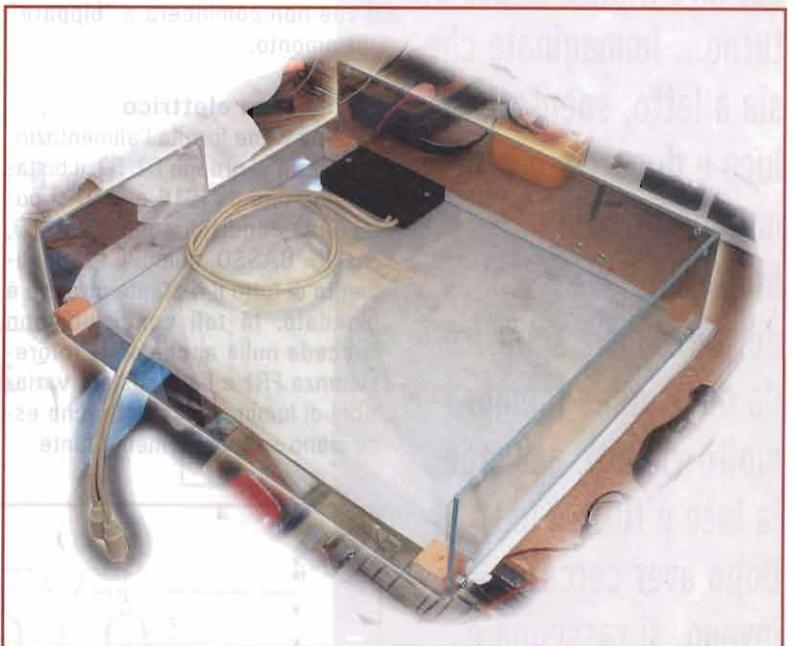

Figura 7
- **Case:** Avevo intenzione di utilizzare l'alluminio ma in casa non possiedo l'attrezzatura adatta per poterlo tagliare. Mi sono quindi orientato sul plexiglass... economico e facile da tagliare con un normale seghetto alternativo. Onestamente da anche un tocco di HI-TECH :) Come potete notare dalla foto, sul coperchio ho incollato con del nastro biadesivo il ricevitore della tastiera a infrarossi (Figura 7).